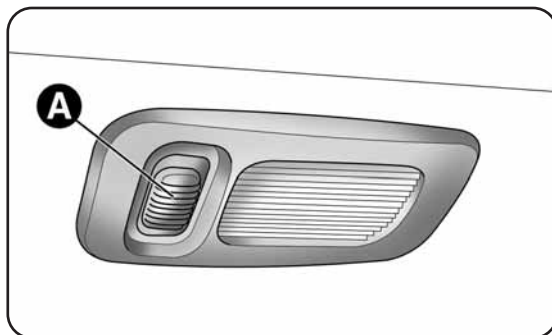

fig. 38
**PLAFONNIERS ECLAIRAGE DE COURTOISIE****fig. 38** (pour versions/marchés, où il est prévu)